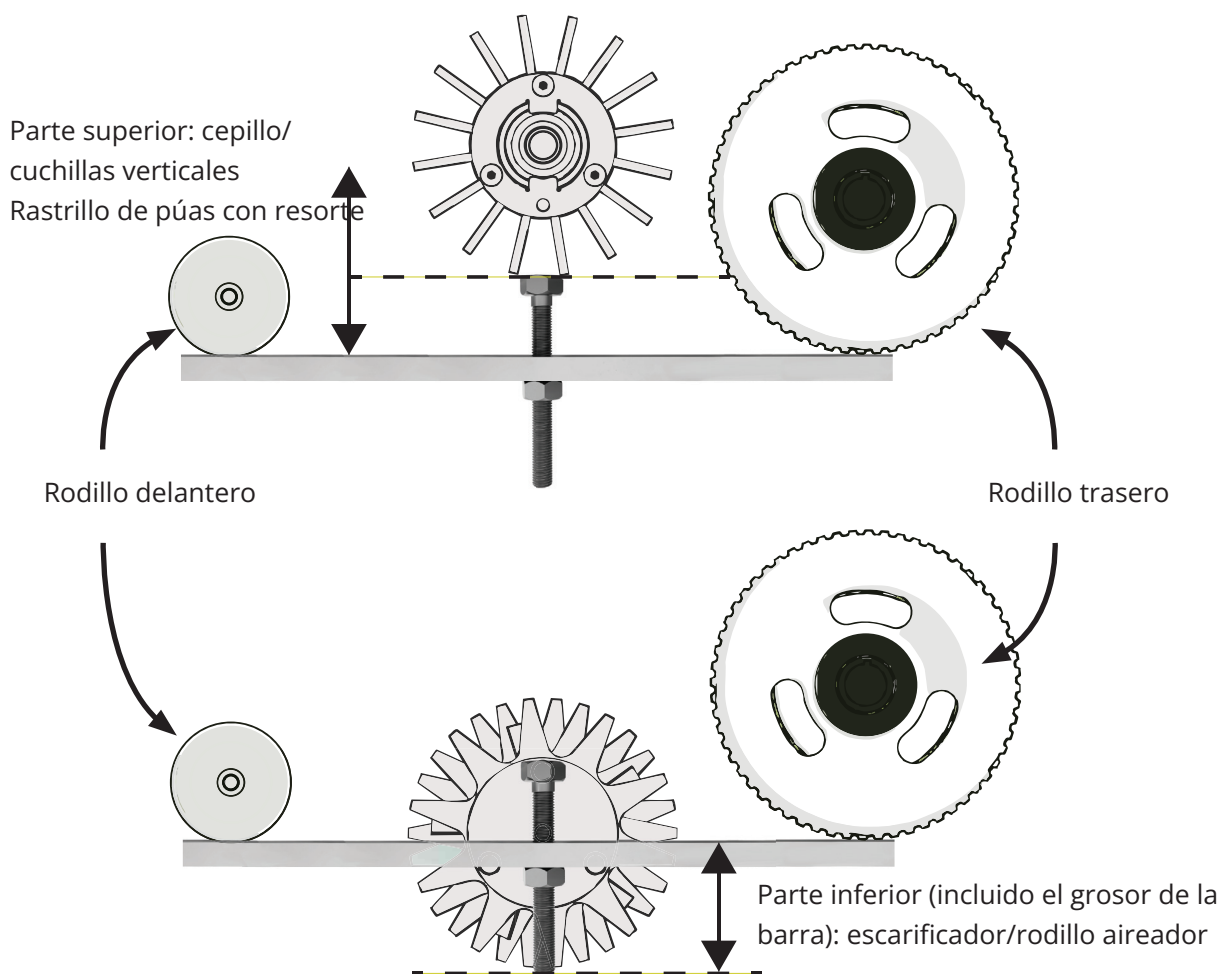

Fig.10. Ajuste de la medición de la barra para casetes por encima/debajo del terreno.
la regla hasta alcanzar la distancia deseada por encima o por debajo de la barra de ajuste (hasta la cabeza o el extremo, respectivamente) (Fig. 10). Recuerde:
7. Haga girar el engranaje dentado para subir o bajar el rodillo delantero. Mientras lo hace, vuelva a colocar la barra de ajuste entre los rodillos delantero y trasero. Deje de ajustar cuando las puntas de las cerdas/los cortadores verticales estén al mismo nivel que la cabeza del perno, o cuando las puntas del escarificador/rodillo aireador estén al mismo nivel que el extremo del perno. (Fig. 10). Apriete ligeramente la tuerca de sujeción superior.